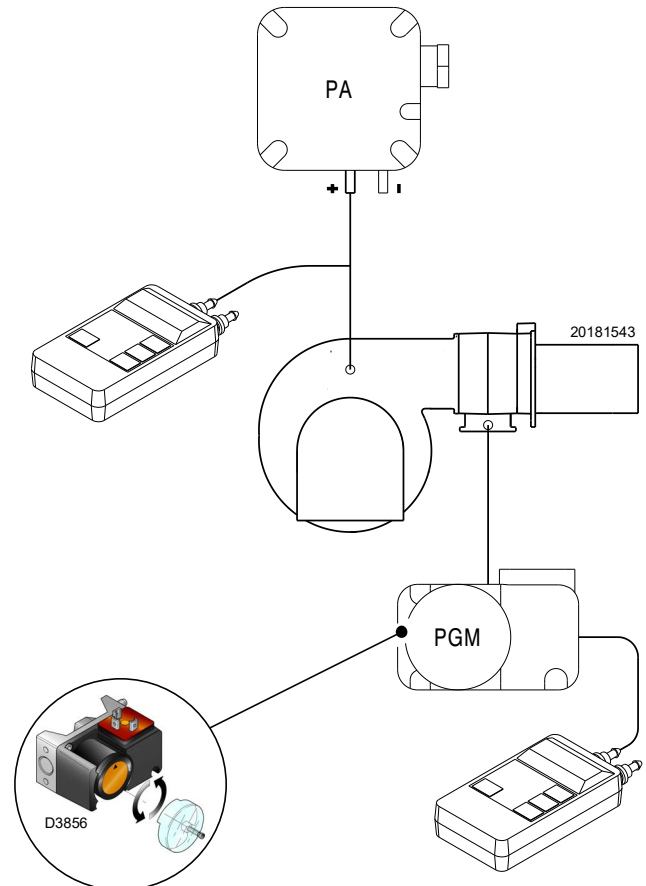

Abb. 35
- Stellen Sie den Maximal-Gasdruckwächter (Abb. 35 auf Seite 32) auf den Skalenendwert ein.
Die Einstellung des Maximal-Gasdruckwächters ausführen (Abb. 35), nachdem alle anderen Einstellungen des Brenners bei auf das Skalende eingestellten Maximal-Gasdruckwächter vorgenommen wurden.